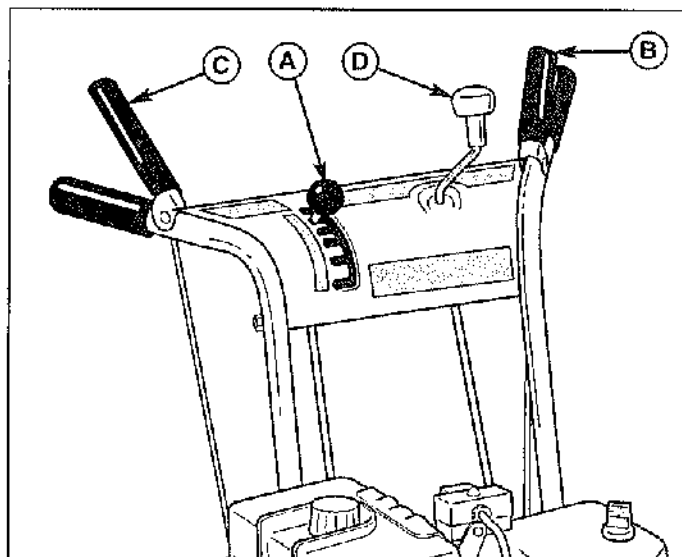

Figure 3. Emplacement des commandes de l'utilisateur
A. Changement de vitesse - Ce levier (A, Figures 3 & 4) est utilisé pour choisir la vitesse au sol du chasse-neige.
B. Commande de Traction & de Free Hand™ - Cette commande engage l'entraînement de traction lorsque la manette (B, Figures 3 & 4) est serrée, et désengage celui-là quand la manette est relâchée. Quand les deux manettes sont serrées, la commande Free Hand™ est activée. Cela permet à la commande de la vis sans fin d'être relâchée bien que celle-ci reste engagée jusqu'à ce que la commande Free Hand™ soit relâchée.
C. Commande de la vis sans fin - La manette de commande de la vis sans fin (C Figures 3 & 4), engage l'entraînement de la vis sans fin quand la manette est appuyée et la désengage lorsque la manette est relâchée (sauf si la commande Free Hand™ est aussi appuyée (voir ci-dessus).
D. Commande de direction de la chute - La commande de direction de la chute (D, Figures 3 & 4), permet à la chute de décharge de pivoter pour projeter la neige dans la direction désirée. La neige peut être projetée à n'importe quel angle, complètement à gauche, devant ou à droite.
F. Molette du déflecteur de chute - Cette molette (F, Figures 3 & 4) permet de verrouiller le déflecteur de chute de décharge (E) à la position d'inclinaison désirée.
6. Vérifiez si la commande d'entraînement (B, Figure 3) et celle de la vis sans fin (C) fonctionnent correctement. Voir la section Service pour les procédures en cas de nécessité de réglage.
7. Vérifiez si la commande de direction de chute (D, Figure 3) fonctionne correctement. La chute de décharge devrait pivoter librement dans les deux sens. Voir la section Service pour les procédures de réglage et en cas de panne.
10. Vérifiez si le changement de vitesse (A, Figure 3) fonctionne en douceur. La commande doit se déplacer librement dans chaque encoche de vitesse et rester en position lorsqu'elle est relâchée. Contactez votre concessionnaire local autorisé si le changement de vitesse ne se déplace pas librement dans toutes les vitesses de marche avant et arrière.